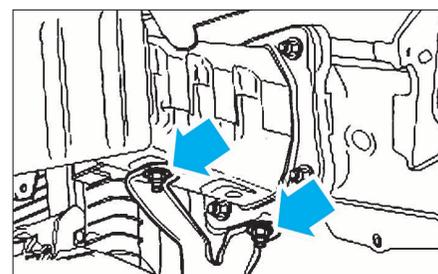

FIG. 13
• Détacher les supports de fixation de radiateur de l'armature de bouclier des deux côtés (côté gauche illustré) (Fig.13).